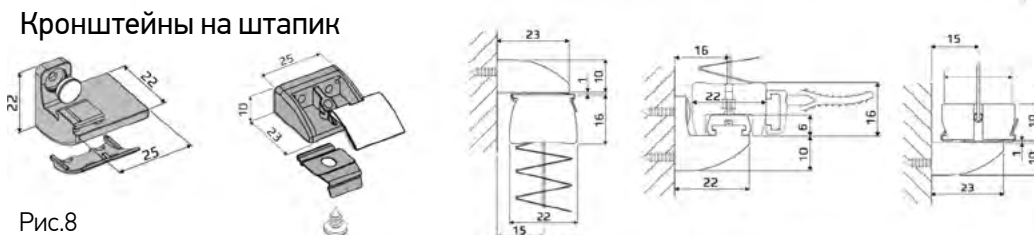

Рис.8
- Высота = Высота по габариту штапика + Высота кронштейнов* (Рис.8)
Размеры рам сложной формы снимаются по габаритам штапиков в соответствии с рис.9. Убедиться, что вокруг штапика есть свободное место, равное высоте выбранного кронштейна (Рис. 8.). В заявке написать «сделать перекрытие, равное высоте кронштейна» (см. рис 4.2).